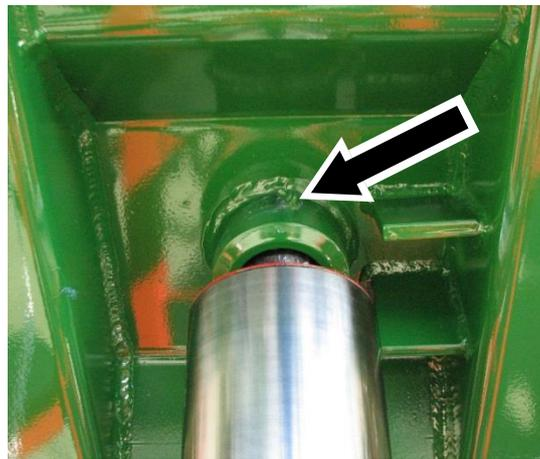

Abbildung 86: Schmiernippel der Teleskopzylinderkugel
- ⇒ Sichern Sie die Kippbrücke mit der mechanischen Abstützeinrichtung (7), um das Abschmieren zu erleichtern (siehe Abschnitt 6.3.11, Seite 179).
- ⇒ Schmieren Sie die Teleskopzylinderkugel über den Schmiernippel mit Fett (siehe Abbildung 86).